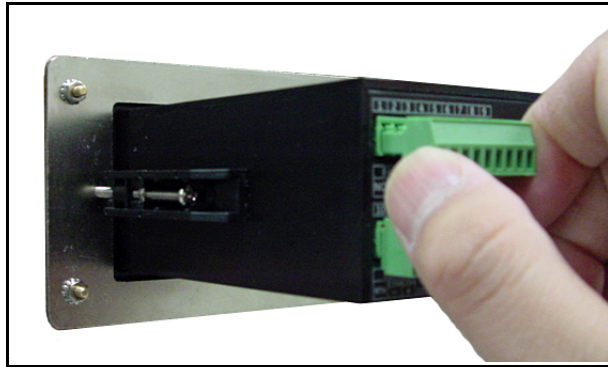

Рисунок 30: Извлечение верхнего соединителя
1. Извлеките соединитель из верхней клеммной колодки на задней стороне прибора **dew.IQ** (см. *Рисунок 30* ниже).
1. Извлеките соединитель из верхней клеммной колодки на задней стороне прибора dew.IQ (см. Рисунок 30 ниже).